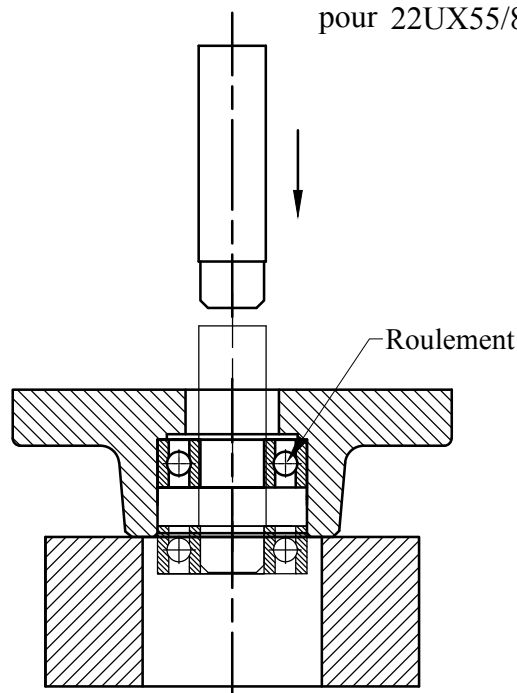

Fig. 5
8. Utilisez une presse d'axe pour presser les roulements du moteur d'air. Reportez-vous sur la figure .5.